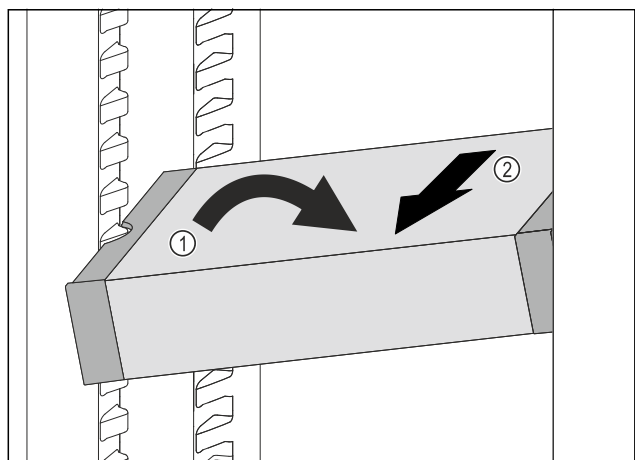

Fig. 117
- ▶ Расположите VarioSafe в холодильном отделении под наклоном. Fig. 117 (1)
- ▶ Извлеките VarioSafe движением вперед. Fig. 117 (2)